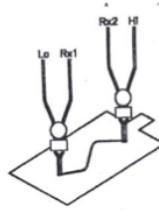

Fig. 4
5) Conecte los 2 clips kelvin como lo muestra la fig. 4 para medir la resistencia desconocida entre los dos puntos de prueba, como un diseño de PCB.